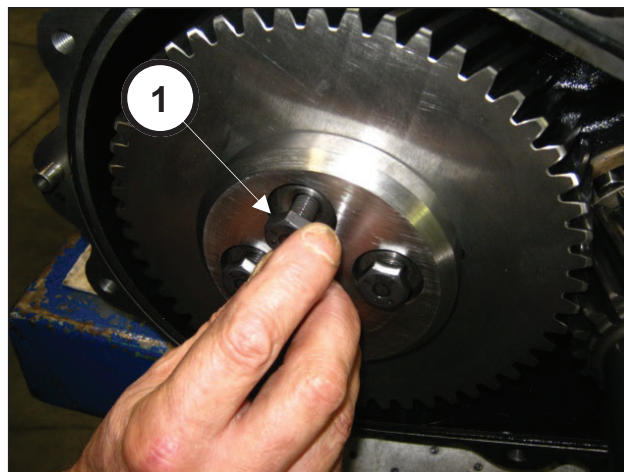

图68
使用4个M10x30螺丝固定齿轮冠止动器（部件号①，图68）。利用扭力扳手调节螺丝，如第3章所述（部件号②，图69）。